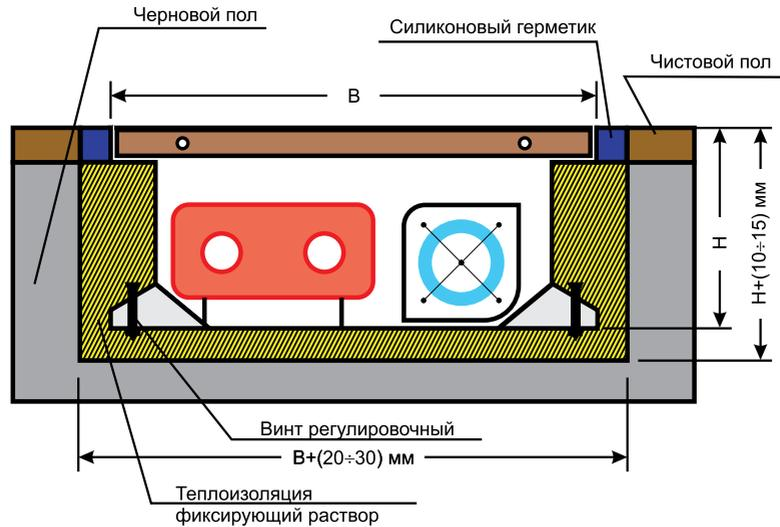

Рис.3 Установка конвектора в нишу
2. Установите внутрипольный конвектор в нишу, как показано на рис.3 (стр.12).